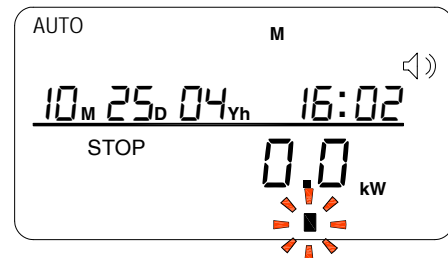

Abbildung 36
15. Halten Sie  für 3 Sekunden gedrückt. Die Anzeige wechselt auf die Normalansicht, nachdem **SET** und HLD erloschen sind, siehe Abbildung 36.